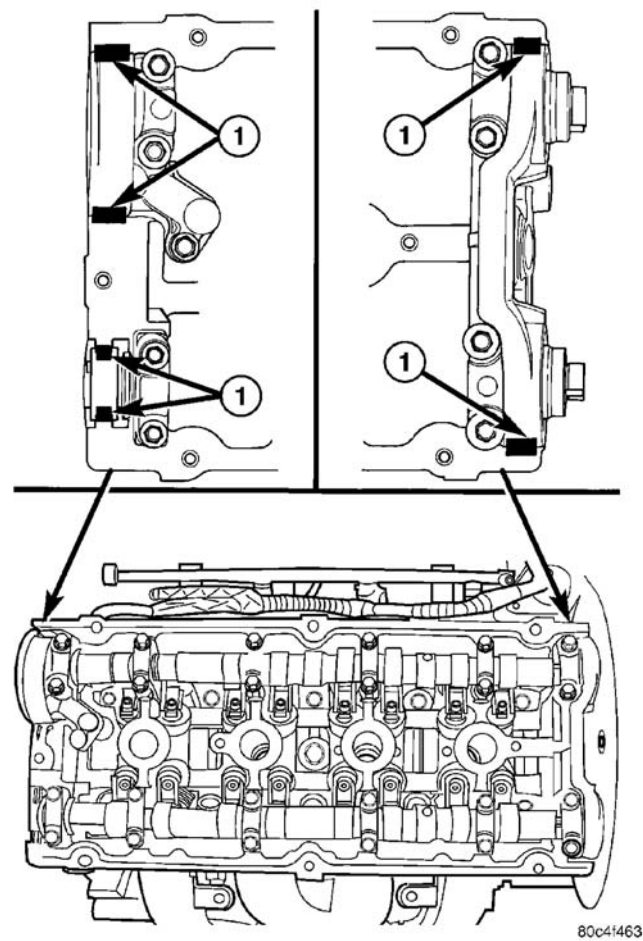

图 31 密封剂部位
(3) 在凸轮轴盖角部和在 1/2 圆密封件的顶缘施用 Mopar® 发动机 RTVGENII (图 31)。